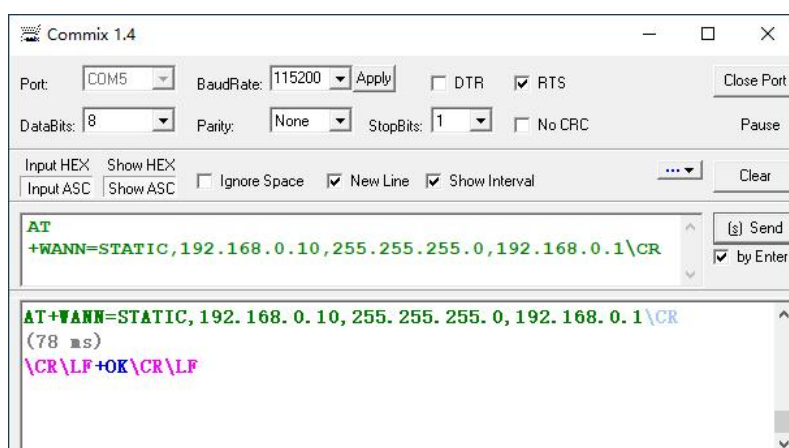

图 11-5 设备网络参数设置界面
3) 设置设备网络 IP、子掩码、网关, 如图 11-5 所示, 将 IP 设置为 192.168.0.10;